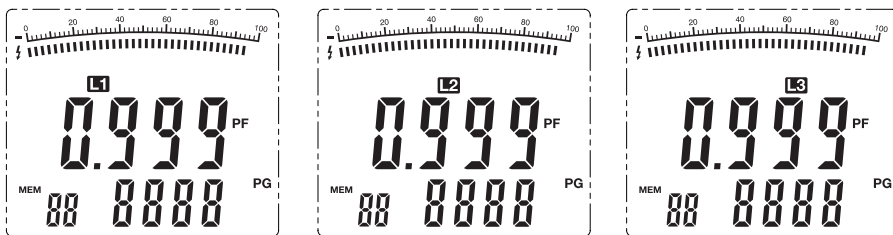

Figure 11
4. Appuyez sur la touche L1-L2-L3 pour sélectionner le conducteur enserré dans la pince. (Fig.11)
5. L'affichage double indique le facteur de puissance (PF) dans l'affichage principal et l'angle de phase (PG) dans l'affichage secondaire